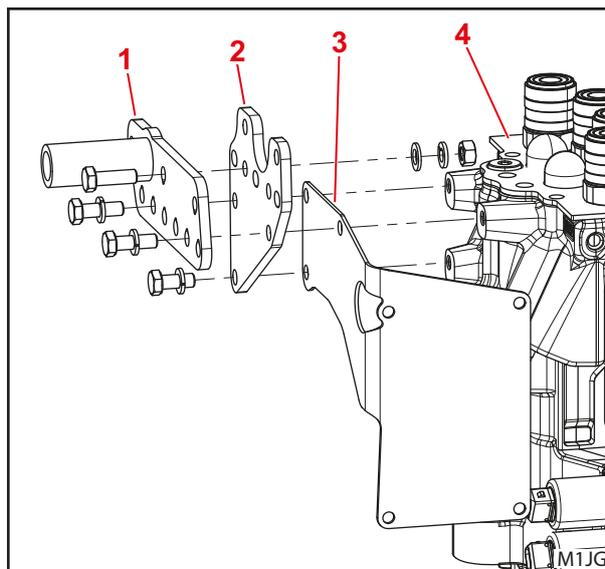

Рис. 4 Альтернативная возможность крепления
- Пропорциональный клапан также можно закрепить со смещением вверх на держателе на правой навесной детали (см. Рис. 4).